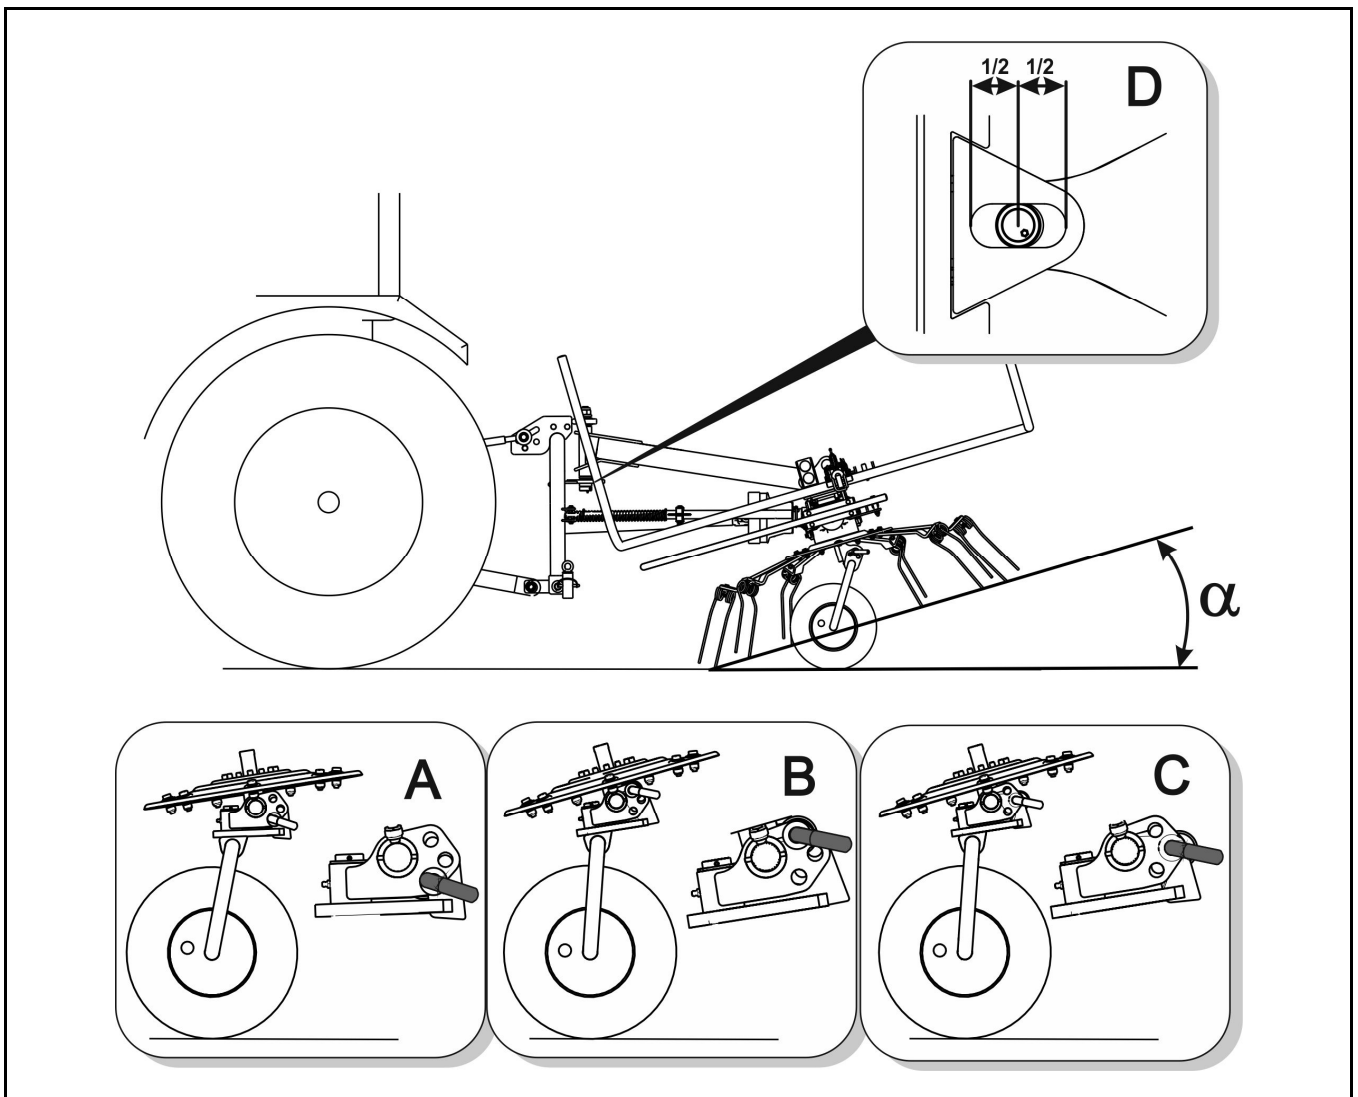

BILD 4.5A **Betrieb des Schwaders – Neigungswinkel des Kreisels (Streuwinkel)**
- die Höhe der unteren Gabel von Dreipunktaufhängung des Schleppers einstellen und die Länge des oberen Verbindungsstückes so einstellen, dass die Kreisel nach vorne gekippt werden und die Zinken leicht den Boden berühren sowie die Hülse des Gelenks sich im mittleren Bereich des Langloches D befindet (BILD 4.5A),
Nachdem die Heckdreipunktaufhängung eingestellt wurde, ist der Streuwinkel des Schwadens einzustellen (BILD 4.5A). Zu diesem Zwecke muss man: